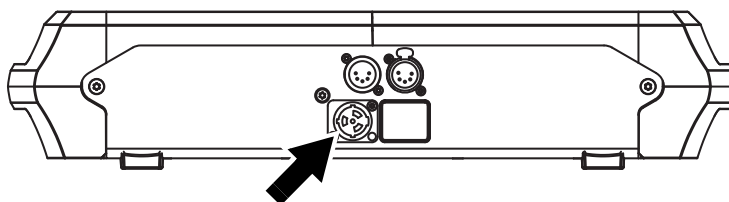

Figure 8: Embases d’alimentation et de recopie secteur.
2. Voir Figure 8. Insérez le connecteur TRUE1 du câble dans l’embase secteur de l’appareil (voir repère) et tournez-la dans le sens horaire.
Le MAC Encore Performance est équipé d'embases XLR 5 broches pour l'entrée et la recopie DMX et RDM (voir Figure 8 en page 11). Le brochage par défaut des embases est le suivant :